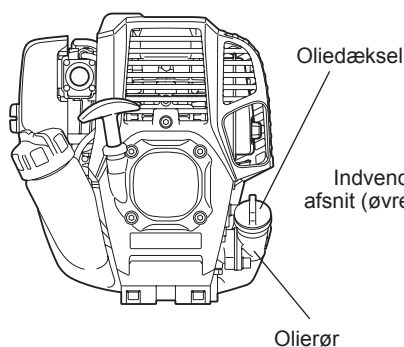

Fig. 1
- Hold motoren vandret, fjern oliedækslet (Fig. 1) og kontroller om der er olie i området mellem olierørets mærker for øvre og nedre grænse (Fig. 2).